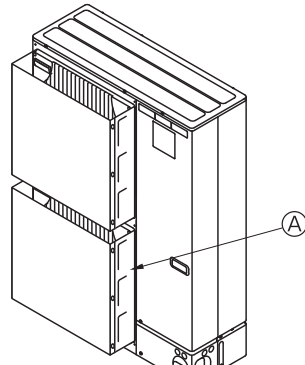

Fig. 3-3
- ② Ünite, tayfun ve başka nedenlerden oluşan güçlü rüzgârların doğrudan hava çıkışına girebileceği bir yere monte edilmişse, isteğe bağlı olarak sağlanan bir hava kılavuzu monte edin. (Fig. 3-3)